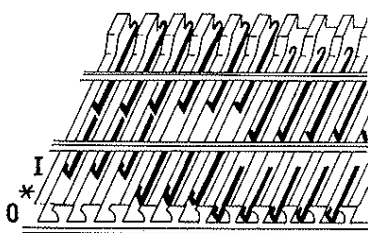

Fig. 32
Le poussoir a trois positions de base, fig. 32
0 = position-zéro; le talon du poussoir est pris dans le rail bloqueur, poussoir complètement hors travail, fig. 32.
* = Position-repos; le talon du poussoir est contre le rail bloqueur. Lors de l'exécution de dessins, l'aiguille correspondant à un poussoir en position-repos ne forme pas de maille mais peut recueillir des jetés, fig. 32
l = position-travail; le talon du poussoir est remonté à 1 cm environ du rail bloqueur. Lors de l'exécution de dessins, l'aiguille correspondant à un poussoir en position travail tricote toujours normalement, fig. 32